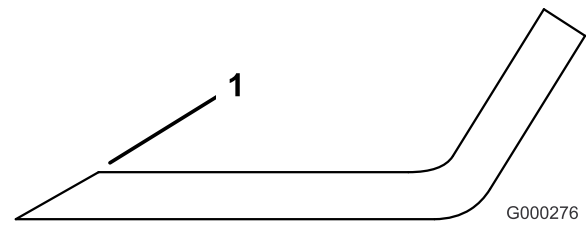

Figure 49
1. Au moyen d'une lime, aiguiser les tranchants aux deux extrémités de la lame (Figure 49) en veillant à conserver l'angle de coupe d'origine. Limez la même quantité de métal sur chacun des deux tranchants pour ne pas déséquilibrer la lame.